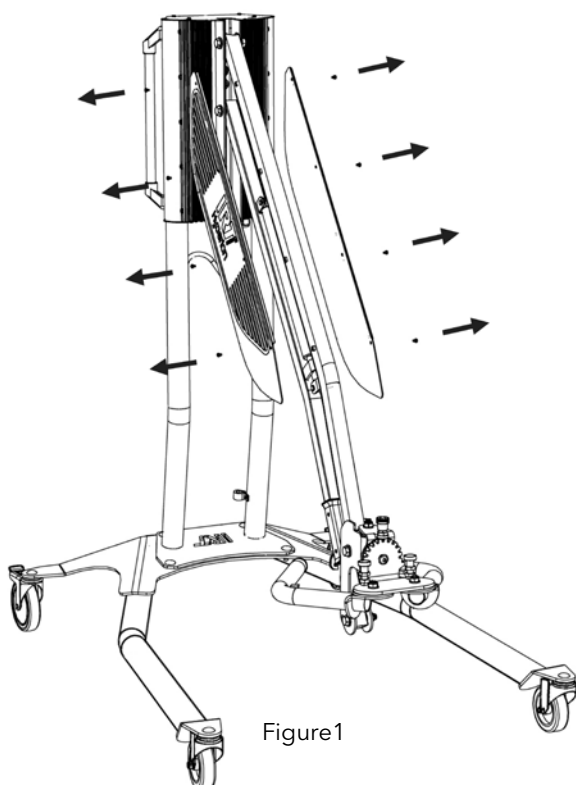

Figure1
1. Odkręć cztery śruby z obudowy ramienia po obydwu jego stronach (rys.1).